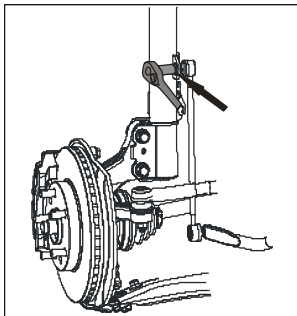

Рисунок III-4
3. Отверните болт, соединяющий стойку стабилизатора и амортизатор и ослабьте тягу (см. Рисунок III-4).